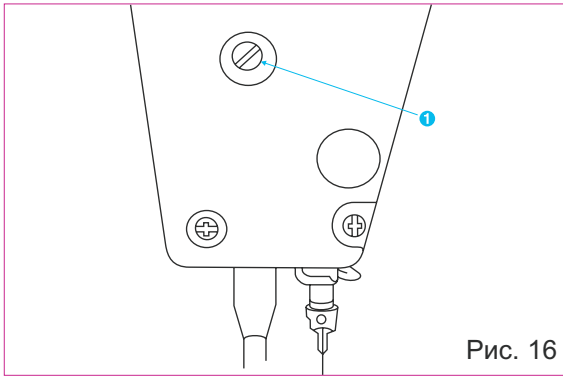

Рис. 16
1. Поверните маховое колесо машины так, чтобы рейка опустилась под игольную пластину. Опустите лапку и ослабьте установочный винт (1), рис.16. Под действием пружины давления стержень лапки займет свое крайнее нижнее положение и устранит зазор между подошвой лапки и игольной пластиной, если таковой был. При несовпадении линии движения иглы с центром прорези или отверстия лапки поверните стержень лапки в нужную сторону.
2. После вышеперечисленных регулировок затяните винт (1).